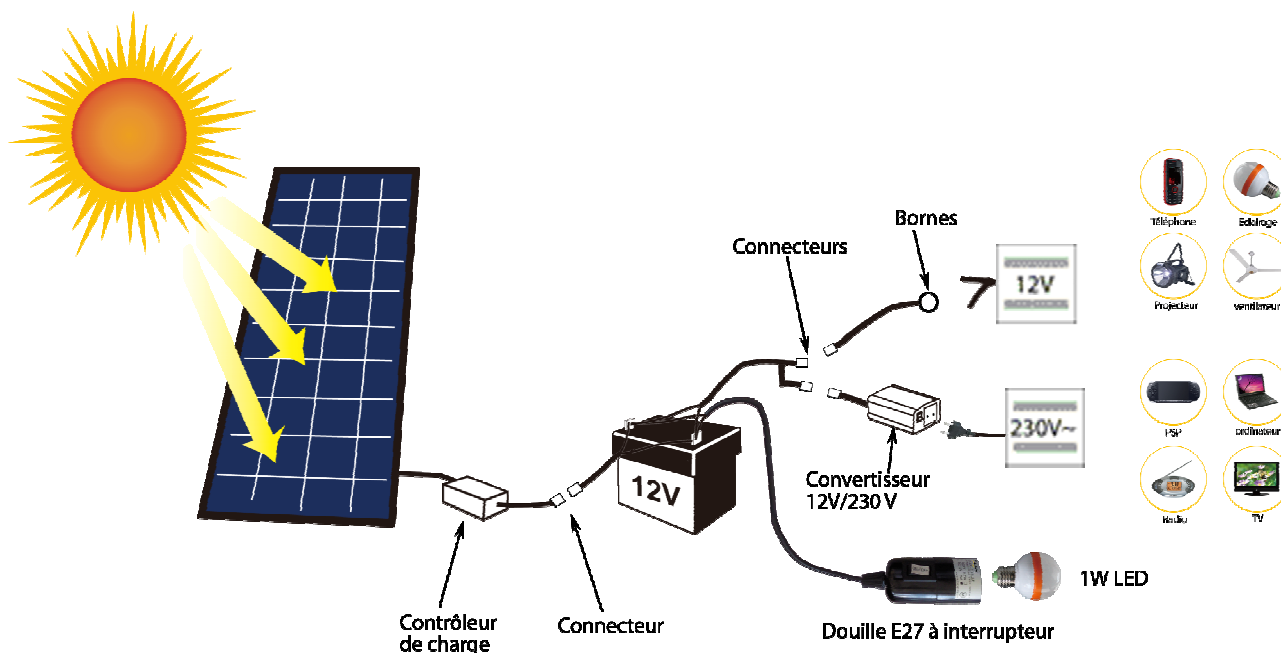

fig. 1
- Selon la tension de fonctionnement de l'appareil à alimenter, connecter alors au second câblage primaire de la batterie, repéré « utilisation », soit le câblage direct 12V, soit le câblage d'alimentation du convertisseur 230V – 5V USB, soit les deux (en cas d'utilisation simultanée d'un appareil en 12V et d'un appareil en 230V ou en 5V USB (voir fig.1) ; les connecteurs prévus à cet effet possédant un détrompeur, il n'existe aucun risque d'inversion des polarités
- Raccorder enfin le(s) appareil(s) à alimenter, soit par l'intermédiaire des bornes équipant l'extrémité du câblage direct 12V, soit sur le socle de prise de courant 230V et/ou sur la prise 5V USB du convertisseur (fig. 1).